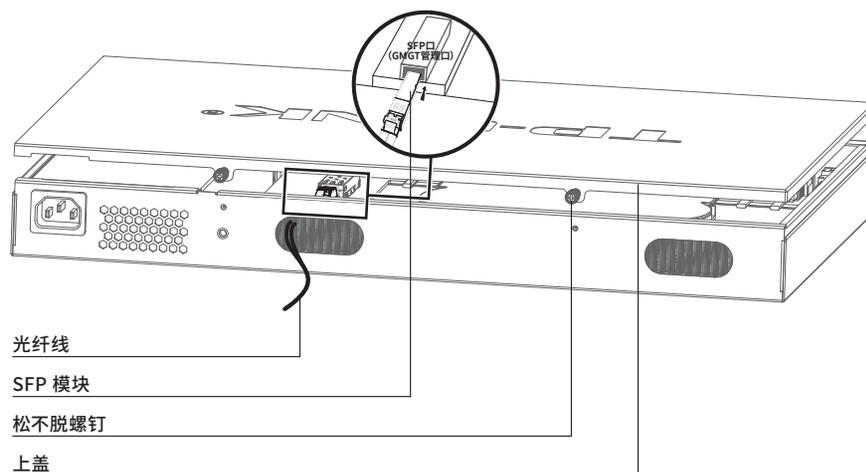

图3-1 开盖连接SFP口示意图
1. 依次逆时针拧松设备后面板上部左右两个松不脱螺钉，即可将上盖滑移拆开，如图3-1所示；